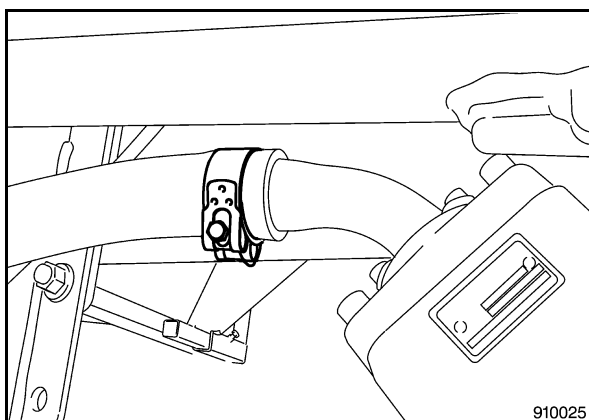

Bild 37
- Schlauchschelle (Bild 37) lösen.